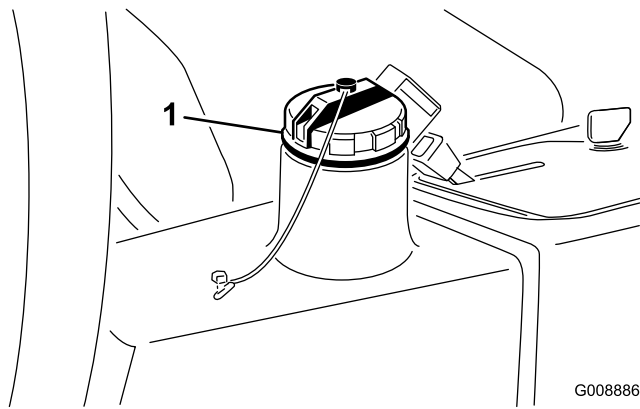

図 25
2. 油圧オイルタンクの注油口周辺をきれいに拭き、キャップ（図 25）を外す。キャップを外す。